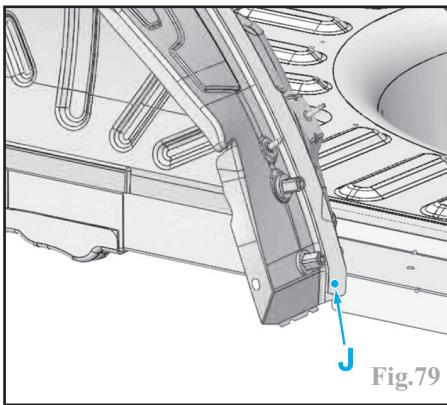

Fig.79
- Découper le point **J** (1 point en 3 épaisseurs) (Fig.79) :